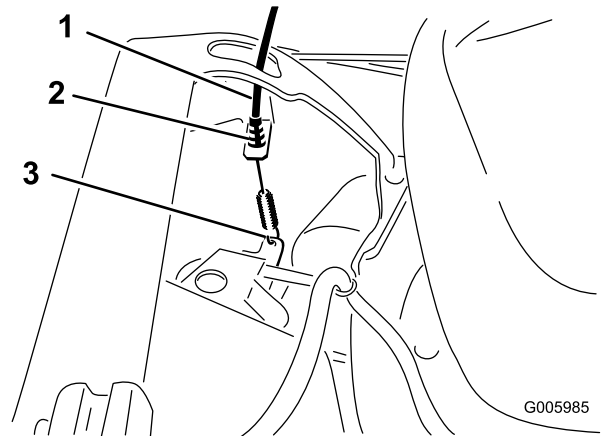

Figura 7
4. En modelos con autopropulsión, pase el cable de transmisión del sistema de autopropulsión por el interior del manillar y a través del orificio del lado izquierdo del alojamiento, y conecte el extremo del cable (Figura 7).